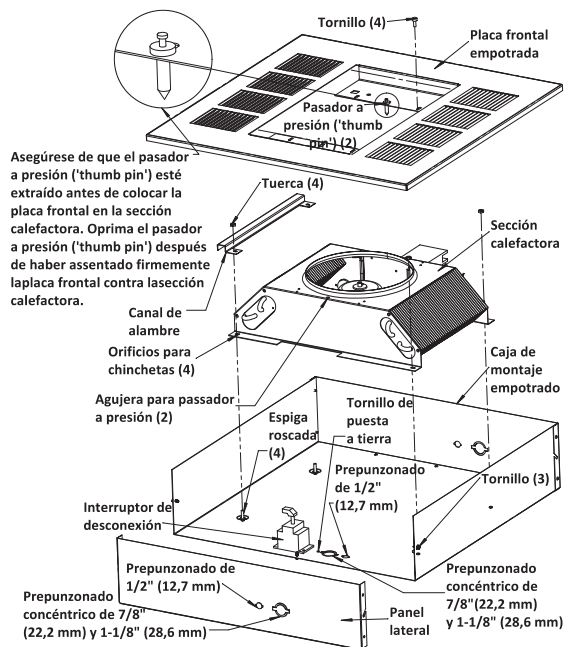

Figura 3
- Extraiga la caja de montaje empotrado (Figura 3) de la caja que contiene el gabinete de montaje empotrado tipo REA.
- Quite los tres tornillos y el costado de la caja de montaje empotrado para facilitar el conexionado (Figura 3).
- Retire uno de los troqueles que están cerca del tornillo de puesta a tierra e instale un conector de cables o conductos (Figura 3).
- Instale el interruptor de desconexión opcional (si fuera necesario) como se indica en la Figura 3.
- Posicione la sección calefactora sobre las espigas roscadas de la caja de montaje empotrado (Figura 3).
- Empuje la sección del calefactor contra los pernos y coloque dos tuercas (incluidas) en los pernos para sujetar la mitad de la sección del calefactor opuesta a los cables enfundados a la caja empotrable. Empuje el cablecanal contra los pernos asegurándose de que los cables enfundados queden adentro del cablecanal y coloque dos tuercas (incluidas) en los pernos para sujetar el cablecanal y la otra mitad del calefactor a la caja empotrable. (Figura 3).
- Extraiga la placa frontal empotrada (Figura 3) de la caja que contiene el gabinete de montaje empotrado tipo REA.
NOTA: asegúrese de que el pasador a presión ('thumb pin') de cada extremo de la abertura de la rejilla de descarga esté extraído, para permitir que el cuerpo de estos pasadores encaje en los agujeros de la sección calefactora (Figura 3).
- Instale y apriete firmemente los cuatro tornillos (suministrados) para asegurar la placa frontal empotrada a la sección calefactora (Figura 3).